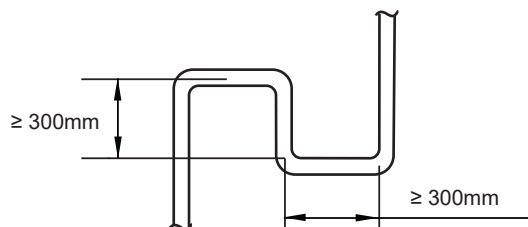

Figura 4.3
- Quando l'unità esterna si trova sopra l'unità interna e la differenza di livello supera i 20 m, consigliamo di predisporre una curva di ritorno dell'olio ogni 10 m di distanza sul tubo del gas della tubazione principale. Le specifiche consigliate per la curva di ritorno dell'olio sono riportate nella Figura 4.3.
- Requisito 3:** La maggiore differenza di livello tra l'unità interna e l'unità esterna non deve superare i 90m (se l'unità esterna è sopra) o i 110m (se l'unità esterna è sotto). Inoltre: (i) se l'unità esterna è sopra e la differenza di livello è superiore a 20 m, si raccomanda di impostare una curva di ritorno dell'olio con le dimensioni indicate nella Figura 4.3 - ogni 10 m nel tubo del gas del tubo principale; e (ii) se l'unità esterna è sotto e la differenza di livello è superiore a 40 m, il tubo del liquido del tubo principale (L1) deve essere aumentato di una dimensione.